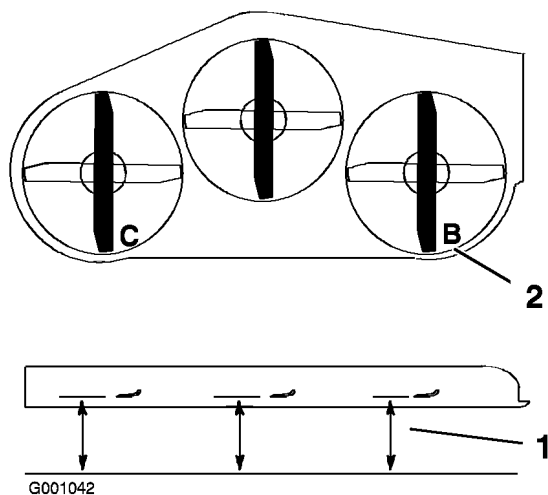

Figure 57
- Tournez la lame droite dans le sens longitudinal (Figure 57).
- Mesurez la distance au point **B** entre la surface plane et le tranchant de la pointe de la lame droite (Figure 57).
- Tournez la lame gauche dans le sens longitudinal (Figure 57).
- Mesurez la distance au point **C** entre la surface plane et le tranchant de la pointe de la lame gauche (Figure 57).